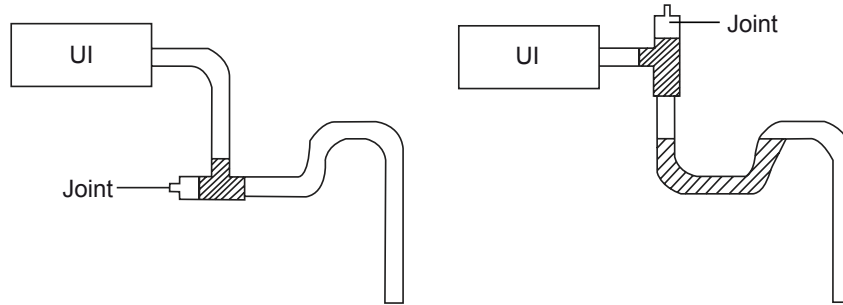

Fig 4.3.6
- (6) Poser le siphon comme indiqué sur la Fig 4.3.6.
- (7) Poser un siphon pour chaque unité.
(8) Lors de la pose du siphon, tenir compte de ses modalités de nettoyage.